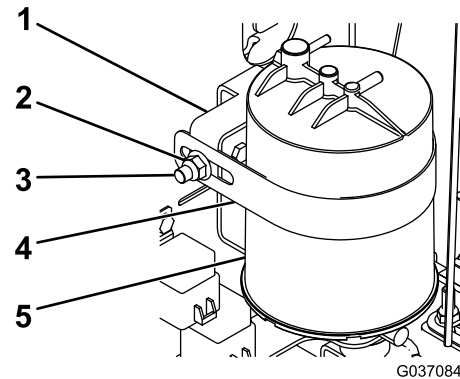

Figuur 4
3. Bevestig de beugel van de koolstofhouder aan het frame. Gebruik 2 bouten (1/4") en 2 flensmoeren (1/4"); zie Figuur 4.